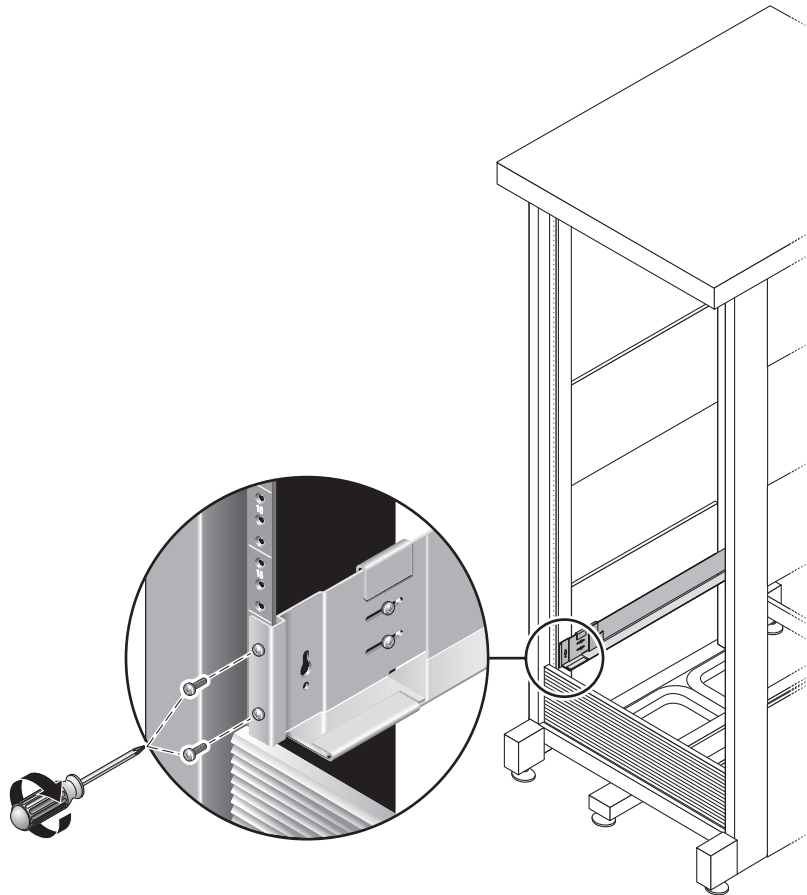

FIGURE 2-6 Fixation du rail droit à l'arrière de l'armoire
7. À l'aide du tournevis cruciforme n°3, insérez et serrez les vis M6 de chaque côté à l'arrière du rail (FIGURE 2-6).